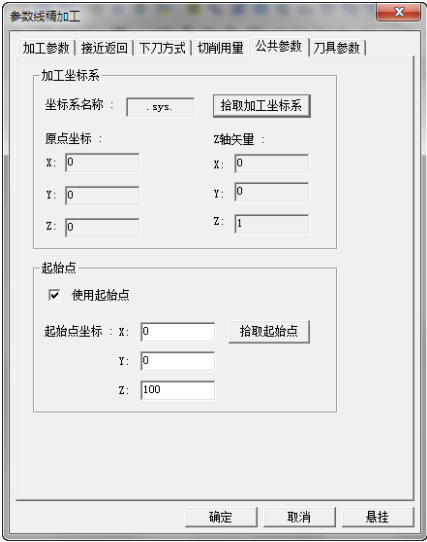

图 8-107 “公共参数”选项卡
5) 单击“公共参数”选项卡，勾选“使用起始点”，“起始点坐标”参数数值如图 8-107 所示。